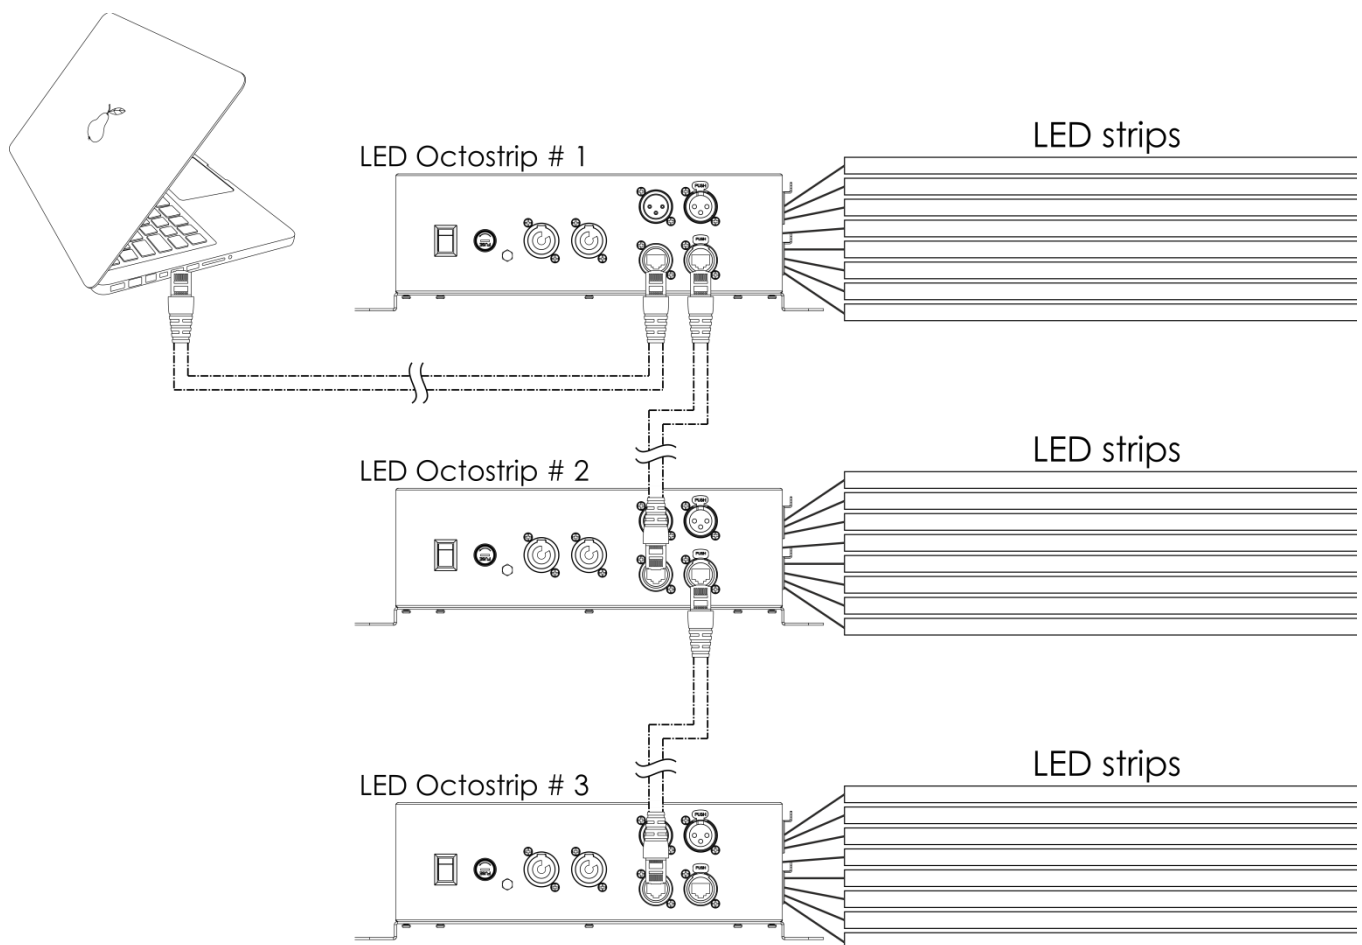

Fig. 06
- 04) Conecte las unidades entre ellas como se indica en la Fig. 06. Conecte un cable de señal CAT-5/CAT-6 que vaya desde el conector RJ45 OUT (salida) del primer juego Octostrip al conector In (entrada) del segundo juego. Repita este proceso para interconectar las unidades segunda, tercera y cuarta.